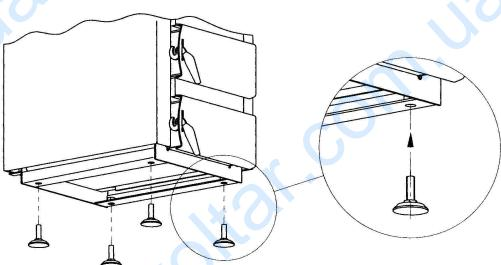

Рис.2 Виставлення рівня котла
A. Котел встановити на негорючій основі, використовуючи теплоізоляцію плиту, принаймні на 2 см більшу від бази котла. Якщо котел встановлений в котельні, радимо поставити його на підмурівок висотою 5-10 см. Потрібно виставити рівень котла. Для горизонтального розміщення котла служать 4 ніжки, які можна вкрутити в отвори з різбою в основі котла (Рис. 2)